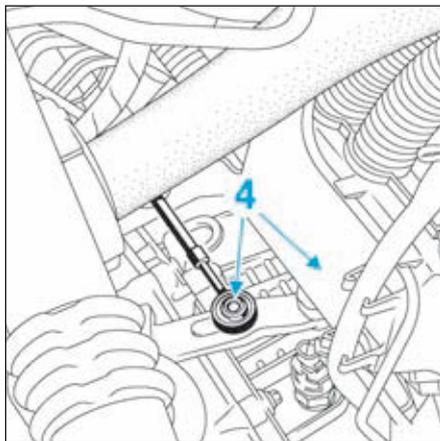

FIG.55
- Déposer les rotules (4) des câbles de commande de vitesses (Fig.55).